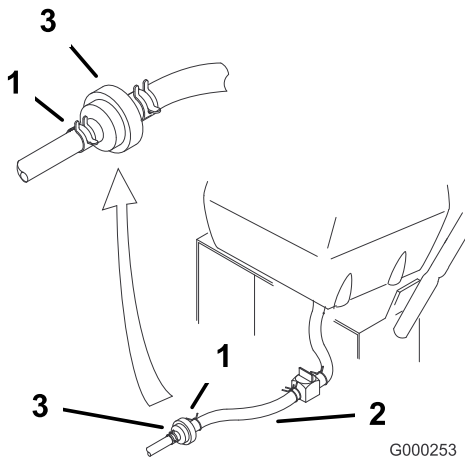

Figure 37
4. Pincez les extrémités des colliers et éloignez les colliers du filtre (Figure 37).